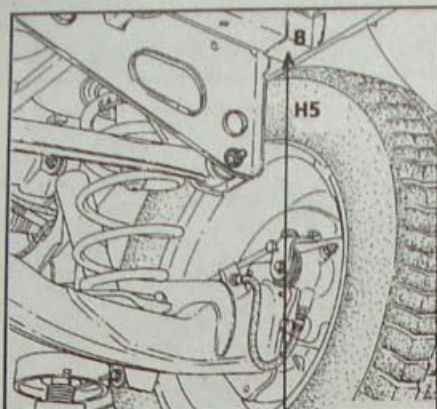

Рис. 11.3. Расстояние (H5) между задней поперечной полой кузова и полом
При установке большей части элементов задней подвески сожмите заднюю подвеску ремнями или загрузите автомобиль до получения размера, измеряемого между задней поперечиной пола и полом равного 408 мм (H5, рис. 11.3). Данный размер получается на автомобиле примерно со следующей нагрузкой: с установленными пятью сиденьями, полным топливным баком, полезной нагрузкой 50 кг, водителем и тремя пассажирами в салоне.
- Сожмите заднюю подвеску ремнями или загрузите автомобиль до получения размера, измеряемого между задней поперечной полой и полом равного 408 мм (H5, рис. 11.3). Данный размер получается на автомобиле примерно со следующей нагрузкой: с установленными пятью сиденьями, полным топливным баком, полезной нагрузкой 50 кг, водителем и тремя пассажирами в салоне. Проверьте размер H5.
Система запрограммирована так, чтобы поддерживать высоту задней части автомобиля на заданном уровне, т. е. выдерживать размер Н5 (рис. 11.3) измеряемый между крайней задней поперечиной пола и дорожным покрытием: